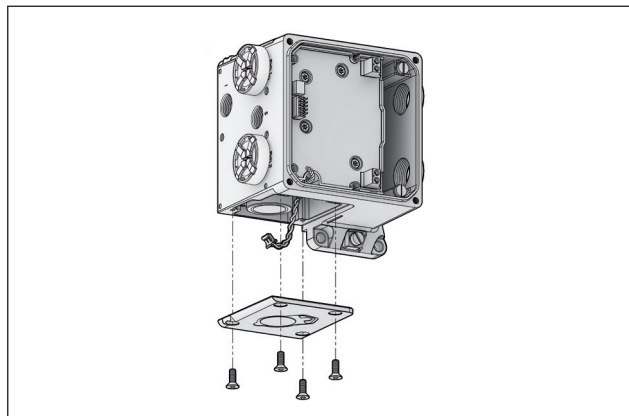

Fig. 110. NDX_510_
- Solte os parafusos da tampa do pré-estágio e remova-a (Fig. 110, aplica-se apenas ao NDX1510_)